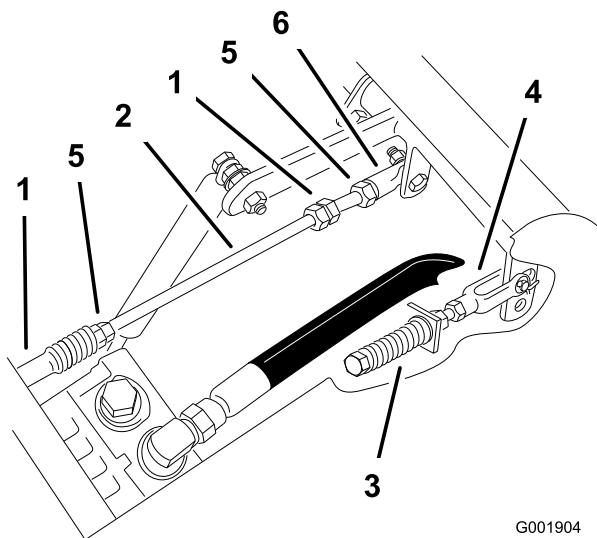

Bild 75
1. Lockern Sie die Sicherungsmuttern an den Kugelgelenken der Pumpsteuerungsstange (Bild 75).
3. Stellen Sie die Länge der Pumpstange ein, indem Sie die Doppelmutter an der Stange so weit in die entsprechende Richtung drehen, bis das Rad stillsteht oder sich leicht zurückdreht (Bild 75).
6. Ziehen Sie die Klemmmuttern an den Kugelgelenken fest (Bild 75).